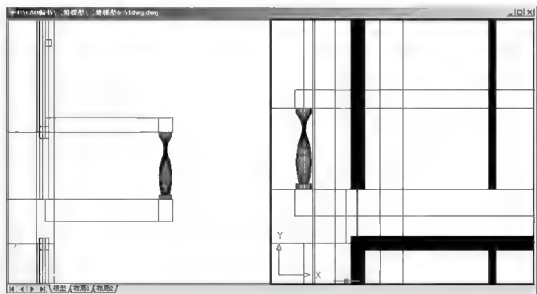

图 6.52 将花瓶放到合适的位置
- (4) 左视图内显示花瓶的前后和上下位置关系, 主视图内显示花瓶的左右和上下位置关系。用【移动】命令并结合两个视口的位置关系, 将花瓶的位置调整至如图 6.52 所示的效果。